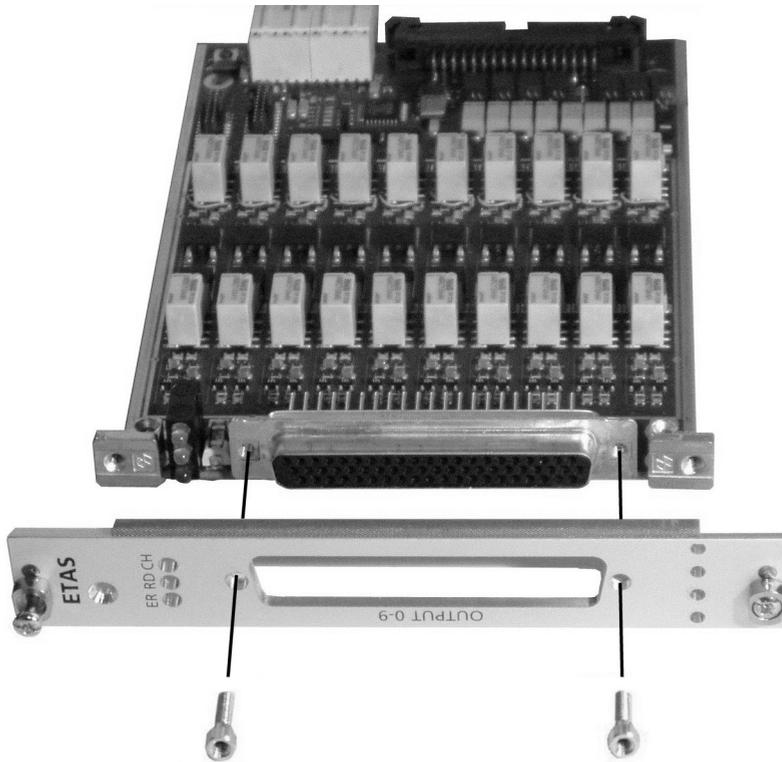

Abb. 4-2 Befestigung der Frontplatte am Steckverbinder
- Befestigen Sie die Frontplatte mit den Sechskantschrauben oberhalb und unterhalb des Steckverbinders „OUTPUT 0-9“ (Abb. 4-2).